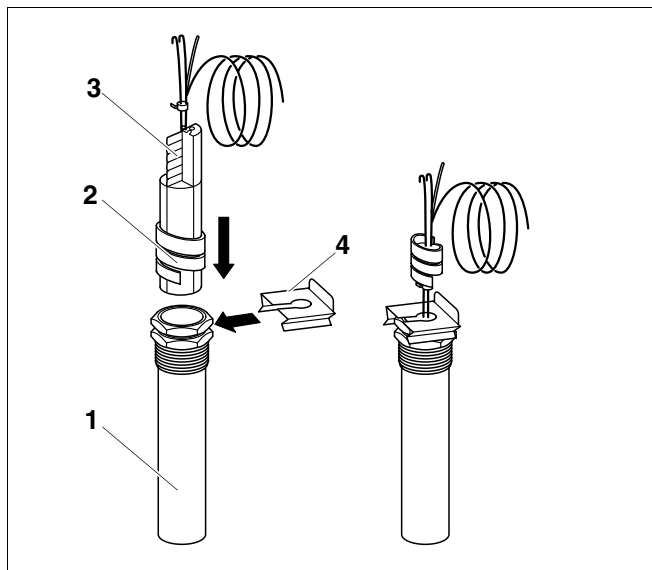

Рис. 65 Гильза для датчиков
- Вставить температурные датчики до упора в гильзу (рис. 65, **поз. 1**, место измерения).
- Пластмассовая спираль (рис. 65, **поз. 2**) автоматически сдвигается назад. Компенсационная пружина (рис. 65, **поз. 3**) должна быть вставлена в гильзу (рис. 65, **поз. 1**).
- Надеть фиксатор датчиков (рис. 65, **поз. 4**, поставка с системой управления) сбоку или сверху на оголовки гильзы.